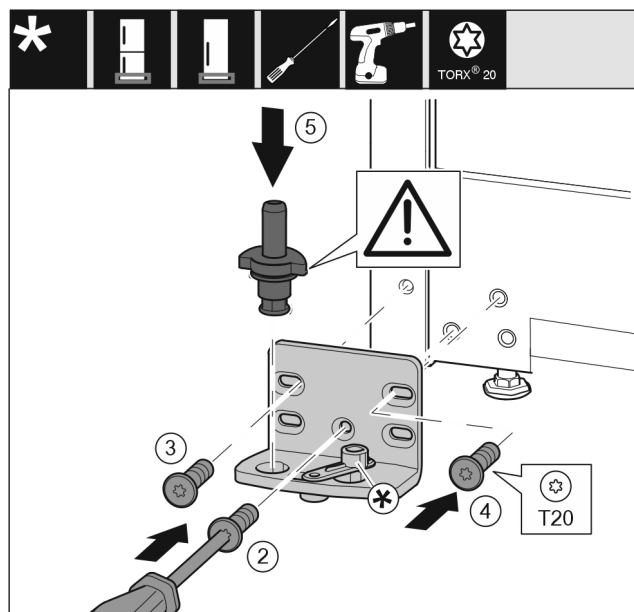

Fig. 22 \*
- Placer le support de palier de l'autre côté et le visser avec un tournevis. Commencer par la vis Fig. 22 (2) en bas au milieu.\*
- Serrer la vis Fig. 22 (3) et la vis Fig. 22 (4).\*
- Insérer complètement l'axe de palier Fig. 22 (5). Veiller à ce que l'ergot soit orienté vers l'arrière.\*
- Placer le support de palier de l'autre côté et le visser avec un tournevis. Commencer par la vis (2) en bas au milieu.\*
- Serrer la vis (3) et la vis (4).\*
- Insérer complètement l'axe de palier (5). Veiller à ce que l'ergot soit orienté vers l'arrière.\*